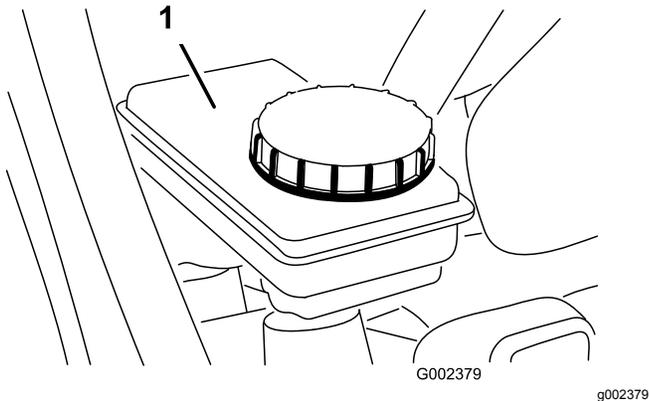

Figura 25
2. Asegúrese de que el nivel de fluido llegue a la línea Lleno del depósito (Figura 25).
3. Si el nivel de líquido es bajo, limpie la zona alrededor del tapón, retire el tapón y llene el depósito hasta el nivel correcto con el líquido de frenos especificado (Figura 25).